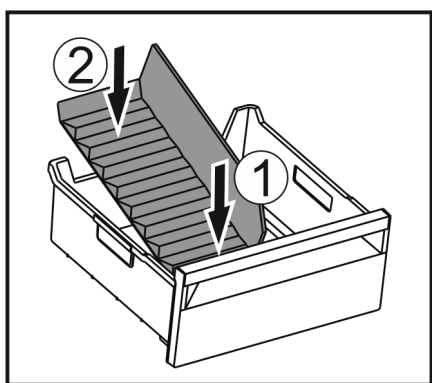

Fig. 150
- ▶ 装入冰格分隔器前部。 Fig. 150 (1)
- ▶ 将冰格分隔器后部放低至抽屉底板。 Fig. 150 (2)